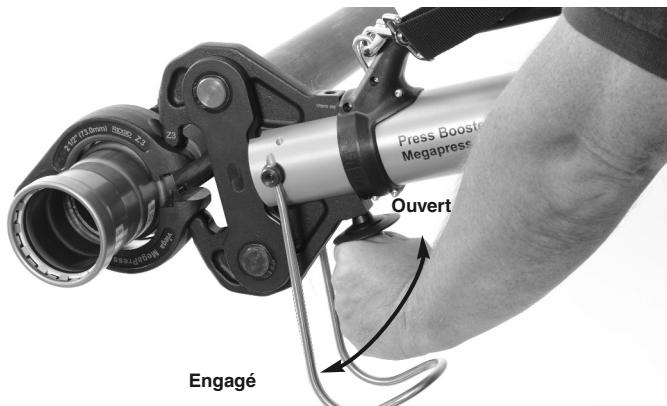

Figure 3 – Engagement des tétons de l'actionneur dans les évidements de la bague
- Ramenez la poignée du Press Booster vers vous pour ouvrir l'actionneur. Engagez ses tétons de mâchoire dans les évidements de la bague de sertissage (*Figure 3*). Poussez la poignée du Press Booster en avant, tout en vous assurant que les tétons restent logés dans les évidements de la bague. Ne tentez pas de pendre l'outil par la bague de sertissage. L'outil pourrait tomber soudainement et causer des blessures potentiellement mortelles.